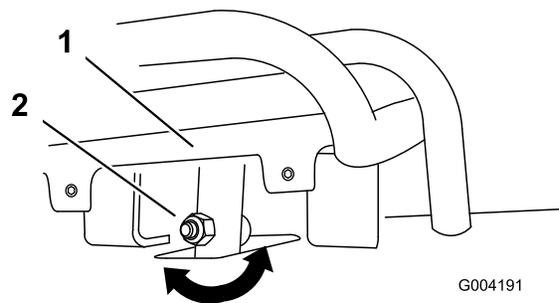

Figura 49
4. Se a parte da frente do controlo não ficar alinhada com a barra de referência, desaperte a porca e o parafuso na haste do controlo de tração (Figura 49).
5. Ajuste o controlo de tração de modo a que fique alinhado com a barra de referência quando é puxado a direito para trás (Figura 49 e Figura 50).
- C. Desaperte a porca flangeada e o parafuso na haste do controlo de tração (Figura 49).
- I. Ajuste o controlo de tração de modo a que fique alinhado com a barra de referência quando é puxado a direito para trás (Figura 49 e Figura 50).